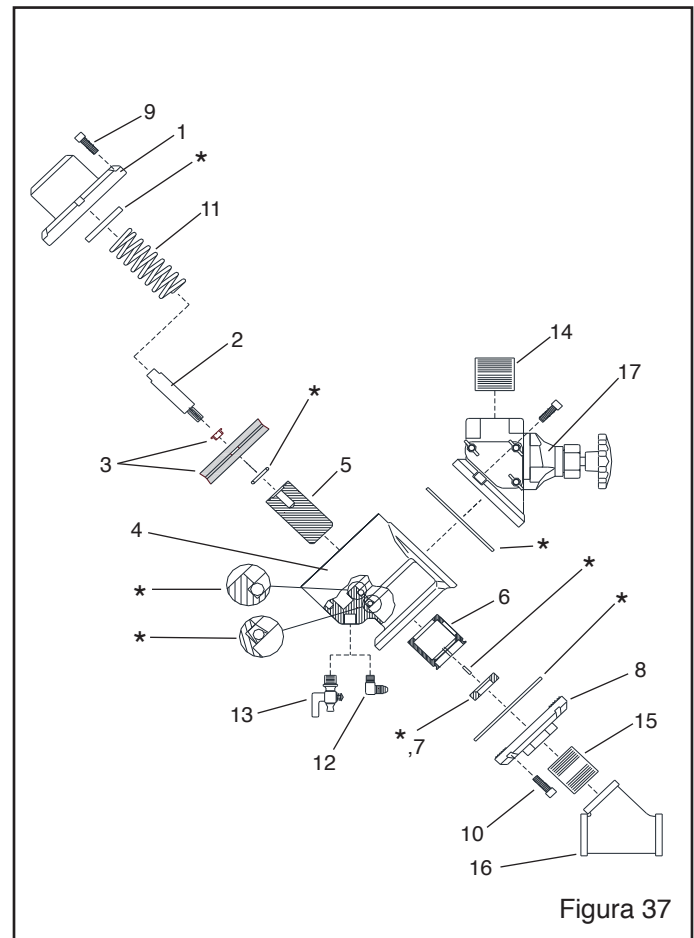

Figura 37
9.4 Segmento Actuador Auto-Quantum, Figura 37
9.5 Segmento Dosificador Auto-Quantum, Figura 37